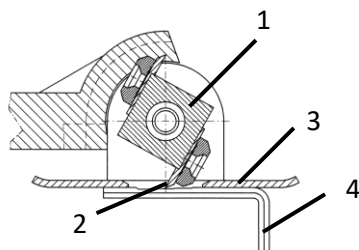

Fig. 13: Regolazione dei coltelli
- > Sostituire il coltello (2 - Fig.13) se necessario.
- > Ruotare il rullo (1 - Fig.13) in modo che il coltello sporga al massimo attraverso la piastra di guida (3 - Fig.13).
- > Posizionare la chiave a brugola (4 - Fig.13) sulla piastra di guida in modo che l'intaglio con la profondità di taglio desiderata sia sotto il coltello.